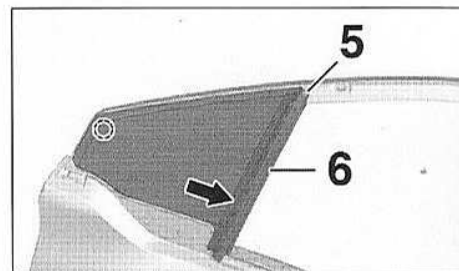

FIG.72
- Percer le rivet (5) à l'aide d'un foret de Ø 8 mm (Fig.72).
- Dégager la vitre fixe (6) de la porte.
- Pivoter la vitre fixe (6) et la déposer.